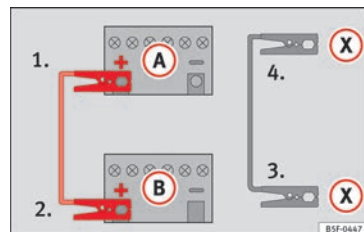

Fig. 76 Esquema de conexión para vehículos con sistema Start-Stop.
- *En los vehículos con sistema Start-Stop:* emborne un extremo del cable *negro* de emergencia (X) a un terminal de masa adecuado, a una pieza de metal maciza que vaya atornillada al bloque motor o al mismo bloque motor » fig. 76.
5. Emborne el otro extremo del cable *negro* de emergencia (X), en el vehículo con la batería descargada, a una pieza de metal maciza que vaya atornillada al bloque motor o al mismo bloque motor pero lo más alejado posible de la batería (A).